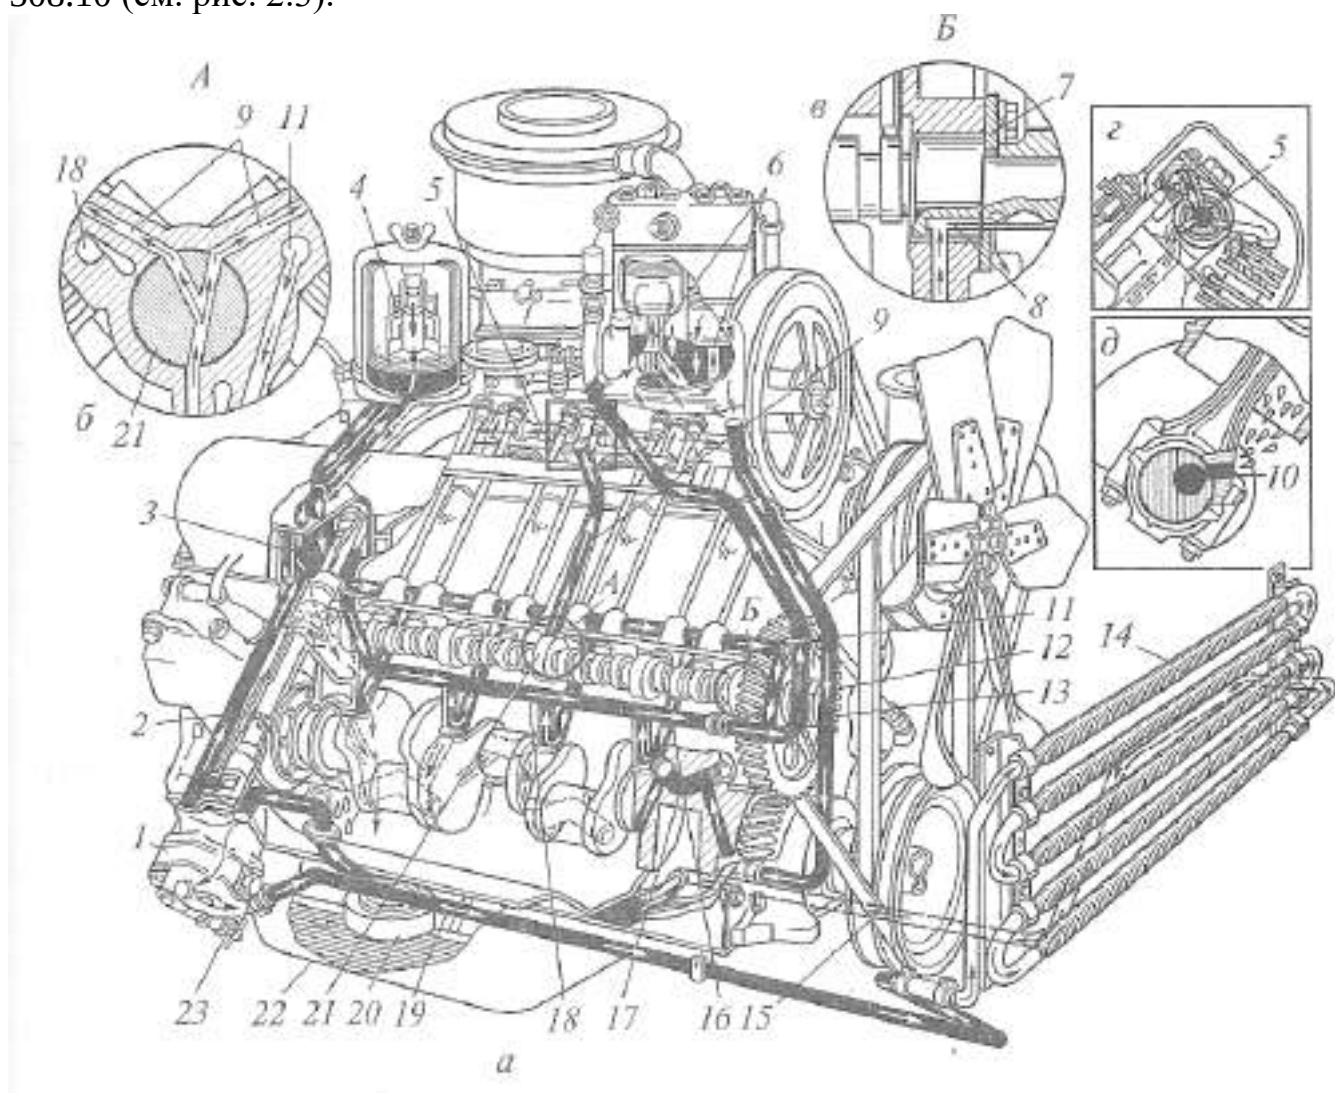

Рис. 2.3. Смазочная система двигателя ЗИЛ-130:
1. Изучить устройство и работу смазочной системы двигателя ЗИЛ-508.10 (см. рис. 2.3).